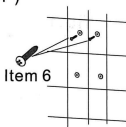
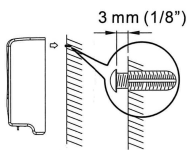
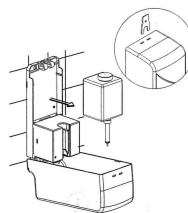

fig. 2
fig. 3
fig. 4
4. Insérer 2 vis (fournies) dans les chevilles en plastique, en les laissant dépasser de 3 mm ( $1/8''$ ) du mur afin de pouvoir y accrocher le distributeur (fig. 2 et 3)
6. Utiliser la clé pour déverrouiller et ouvrir le capot (fig. 4)
4. Insert two (2) screws (supplied) into top plastic anchors and leave 1/8" (3) space from the wall under head (fig . 2 and fig. 3) for hanging dispenser.
5. Hang the dispenser on the two (2) screws through the keyhole slots at backplate top.
6. Use key to unlock and pull forward the housing cover (fig. 4).